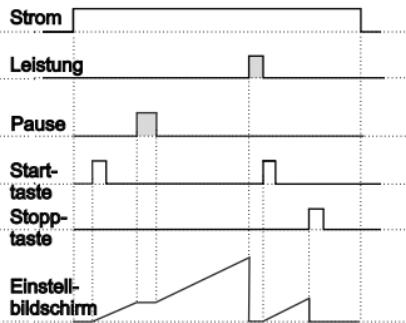

Abbildung 1.4
1.2.2 Wenn Aufwärtszählen $\text{dEct} = 0$ und $\text{outF} \text{ bFF}$ ist, wird das Regelschema in Abbildung 1.4 gezeigt.